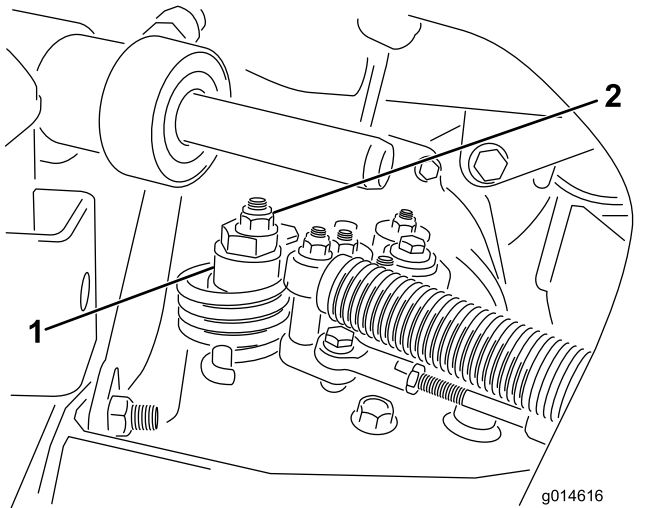

Figure 37
- A. Desserrez l'écrou de fixation de l'excentrique en haut de l'hydrostat (Figure 37).
- C. Tournez l'excentrique jusqu'à ce que la roue ne tourne plus dans aucune direction. Lorsque la route arrête de tourner, serrez l'écrou pour bloquer l'excentrique et le réglage (Figure 37). Vérifiez le réglage avec la commande d'accélérateur en position BAS RÉGIME, puis HAUT RÉGIME.